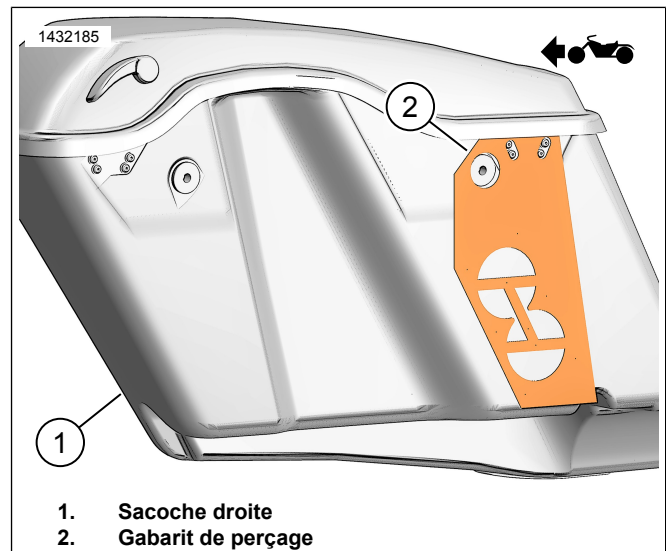

Figure 9. Modèle sacoche droite
1. Voir la figure 9. Gabarit de position (2) sur la sacoche droite (1).